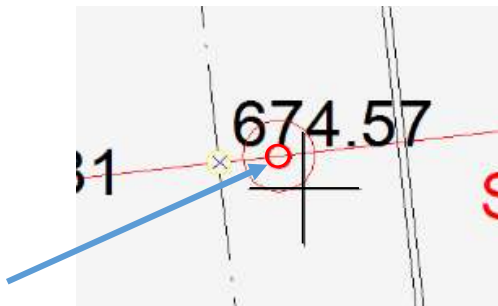
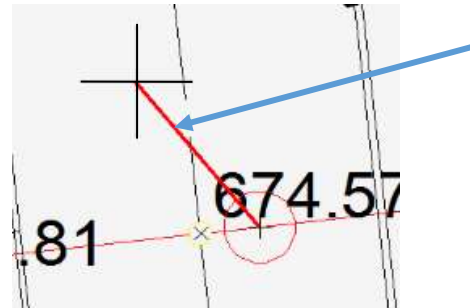

Abbildung 5
Abbildung 6
Schritt 3: Begonnen wird am Anfang der Kanalleitung. Dazu muss mit der Maus das Fadenkreuz in Richtung Schachtrand bewegt werden, bis das Zentrum durch einen runden roten Kreis markiert wird (Abb. 5). Sobald der rote Kreis angezeigt wird, mit der linken Maustaste klicken. Nun sieht man, dass sich ab dem Mittelpunkt des Schachtes zum Fadenkreuz (Mauszeiger) eine Linie aufbaut (Abb. 6).